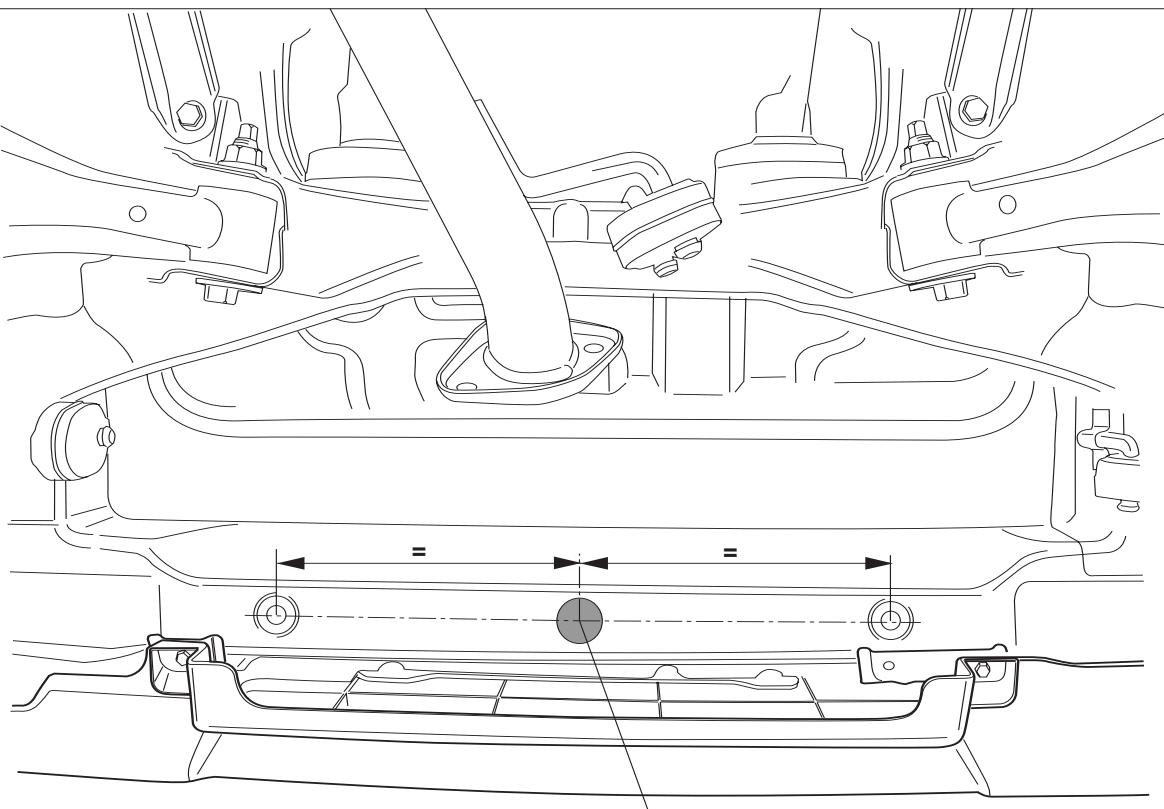

Fig. 1
- * Sæv riflge (fig.1) hullet ø29mm.
4. Praticare un foro di ø29 mm come indicato in fig. 1.